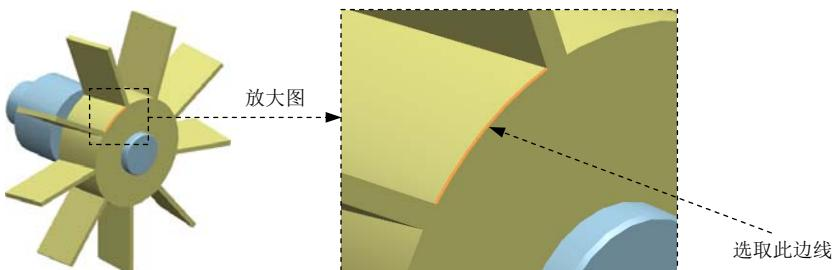

图 7.3.12 定义旋转副
(1) 定义旋转副。选择下拉菜单 → 命令，系统弹出“运动副”对话框；在“运动副”对话框 **定义** 选项卡的 **类型** 下拉列表中选择 选项；在模型中选取图 7.3.12 所示的边线为参考，系统自动选择连杆、原点及矢量方向。